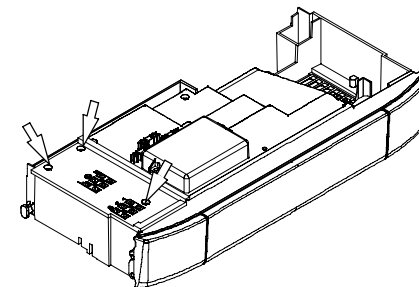

fig. 8.2
- 6 Svitare le viti e rimuovere il coperchio copri morsetteria fig. 8.2